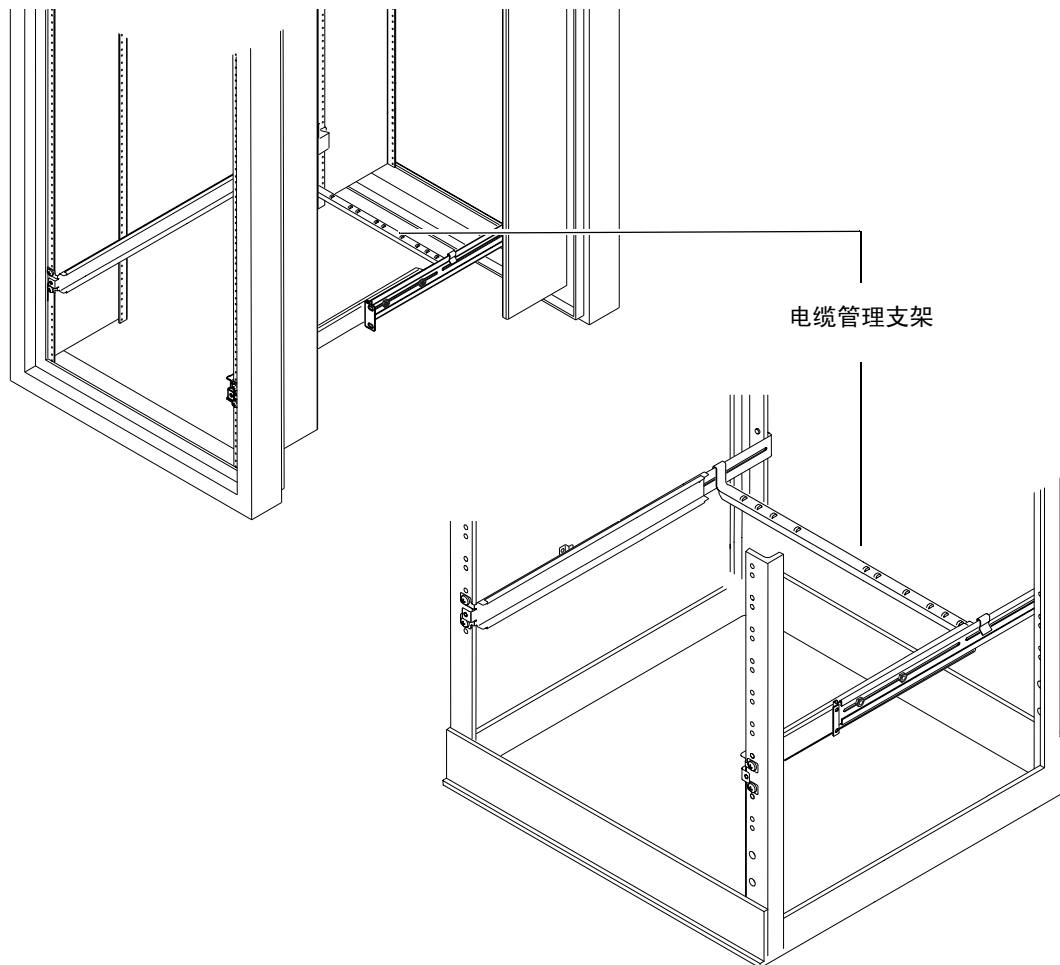

图 2-9 将电缆管理支架装配到 Sun StorEdge 或标准 19 英寸宽机架中
- 在服务器后部钩住滑板底座上面的支架（请参见图 2-9）。可利用支架中的环来使电缆与电缆匝间可靠连接。